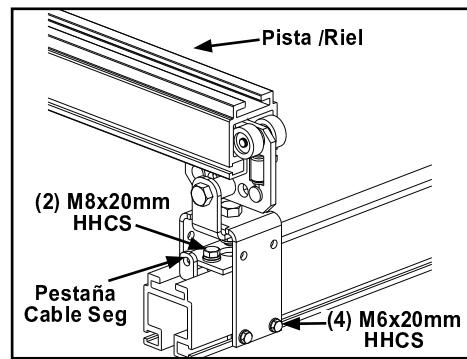

Figura 3-90
- Paso 4. Use grúa para levantar soportes y riel a posición. Vea Figura 3-90.
- Paso 5. Posicione Carro Final en Puente en base a plano y apriete dos (2) M8 x 20 mm HHCS para placa presión y los cuatro (4) M6 x 20 mm HHCS en las dos (2) barras montaje lateral para sujetar Carro Final en posición. **Apriete hasta asentar + ¼ vuelta**. No apriete de más. Puede doblar el soporte.